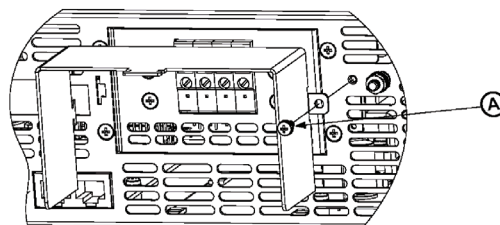

図 3-9 出力端子用シールドカバーの取り付け
- (4) 保護カバーを筐体に取り付け、図 3-9 に示すように“A”部のネジで固定します。